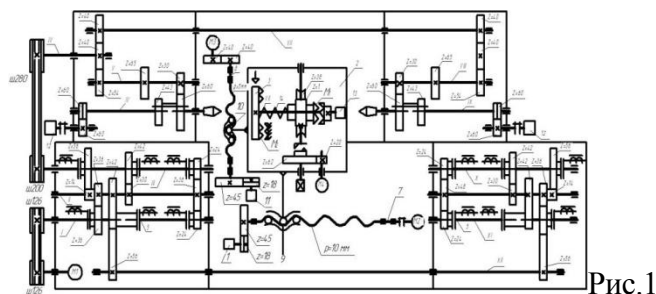

Рис.1
8. Опишите конструкцию привода главного движения по кинематической схеме станка (Рис. 1).
12. Какая система смены инструмента станка на рис. 1?